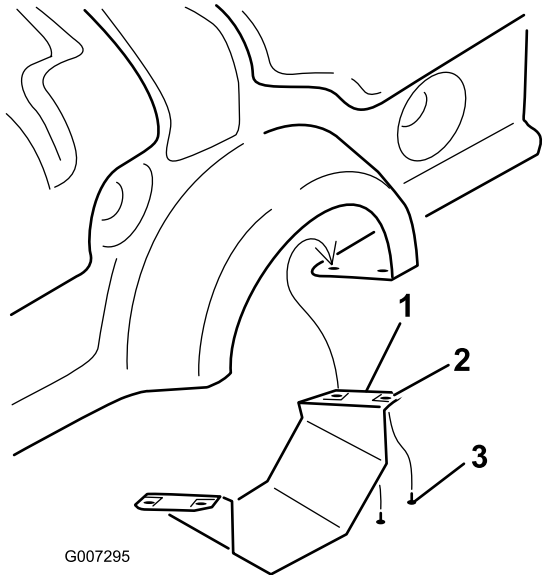

Bild 10
- 1. Nur ProCore 864: Nehmen Sie die untere Abdeckung der Zapfwelle ab (Bild 10).